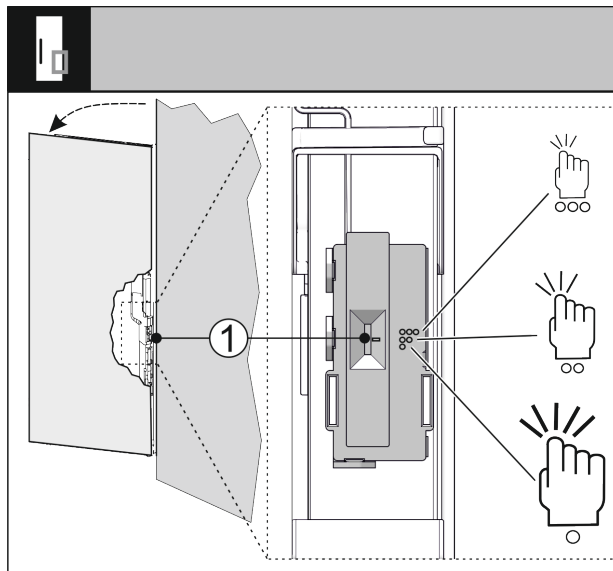

Fig. 72
Osjetljivost senzora kucanja možete namjestiti sklopkom Fig. 72 (1). Sklopka se nalazi na strani šarke na donjoj trećini vrata.
- ▶ Gurnite sklopku Fig. 72 (1) u željeni položaj sklopke.